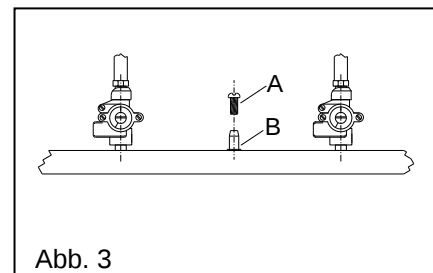

Abb. 3
4.1 Überprüfung des Förderdrucks (Abb. 3)